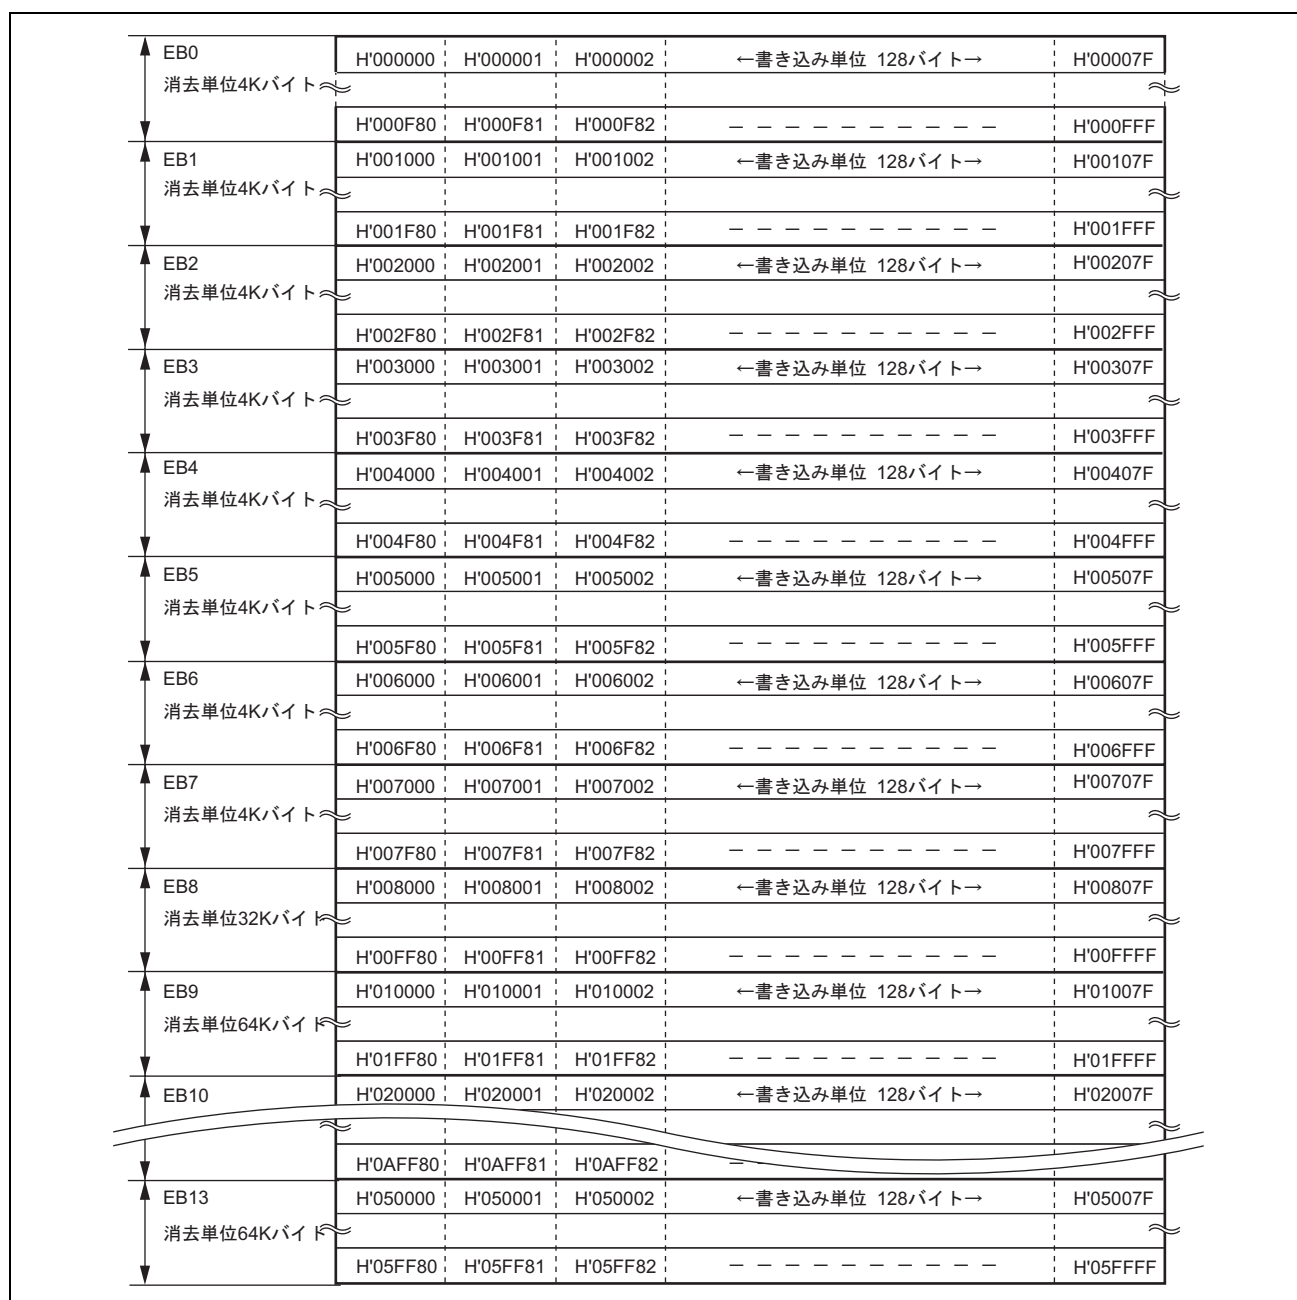

図 25.4 (1) H8SX/1663 のユーザマットのブロック構成
図 25.4 (1) に 384K バイトのユーザマットのブロック構成を示します。太線枠は消去ブロックを表します。細罫線は書き込みの単位を表し、枠内の数値はアドレスを示します。ユーザマットは、64K バイト（5 ブロック）、32K バイト（1 ブロック）、4K バイト（8 ブロック）に分割されていて、消去はこのブロック単位で行います。書き込みは下位アドレスが H'00 または H'80 で始まる 128 バイト単位で行います。4K バイト分割の 8 ブロックが RAM エミュレーション可能な領域です。